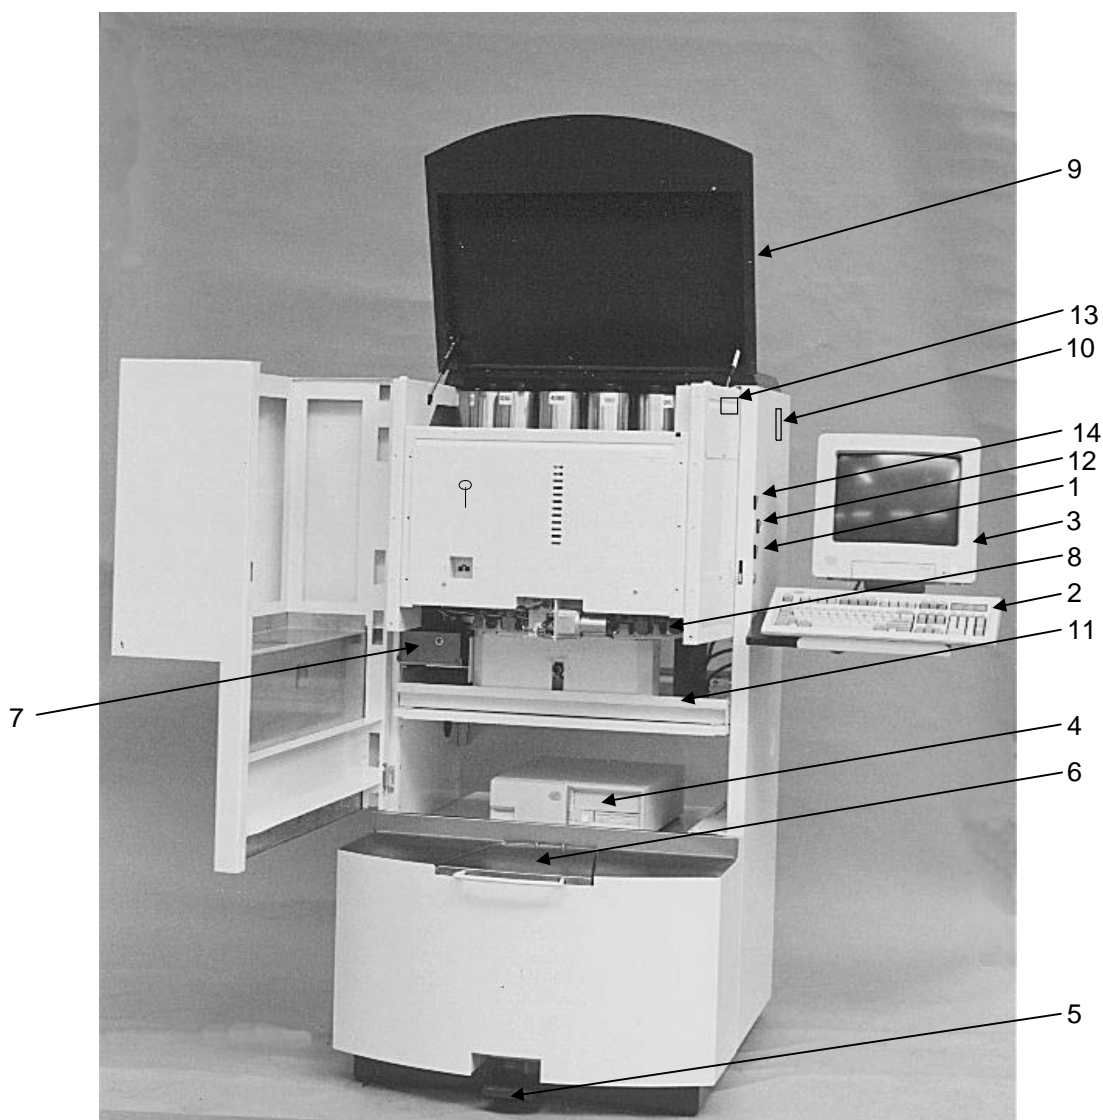

figura 6
Ver: figura 6 (os comandos indicados a tracejado encontram-se no interior).
5. Encha os tambores com pasta até o nível máximo indicado* abrindo a cobertura (figura 6, número 9) e tirando a tampa do tambor. Agora pode-se encher o tambor. Assegure que a haste do pistão se mantém na mesma altura.
Se tiver uma máquina com uma mesa de alavanca automática e/ou um furador automático (opcional), e se tiver uma anomalia em que a mesa de alavanca não desça automaticamente depois de uma dosagem, pode resolver este problema abrindo a cobertura e premindo o botão Reset. Este botão Reset encontra-se no interior da couxa, do lado direito (figura 6, número 13).